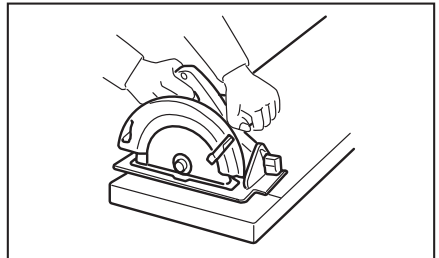
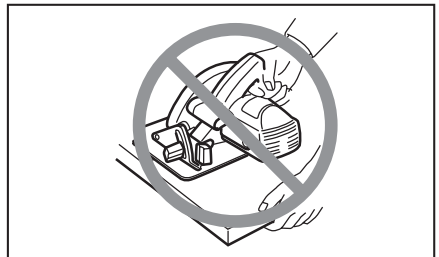

Fig. 5
Fig. 6
16. Ponga la porción más ancha de la base de la sierra en la parte de la pieza de trabajo que esté solidamente apoyada, no en la sección que caerá cuando se haga el corte. Como ejemplos, la Fig. 5 muestra la forma CORRECTA de cortar el extremo de un tablero, y la Fig. 6 la forma INCORRECTA. Si la pieza de trabajo es corta o pequeña, amordácela. ¡NO INTENTE SUJETAR PIEZAS PEQUEÑAS CON LA MANO!